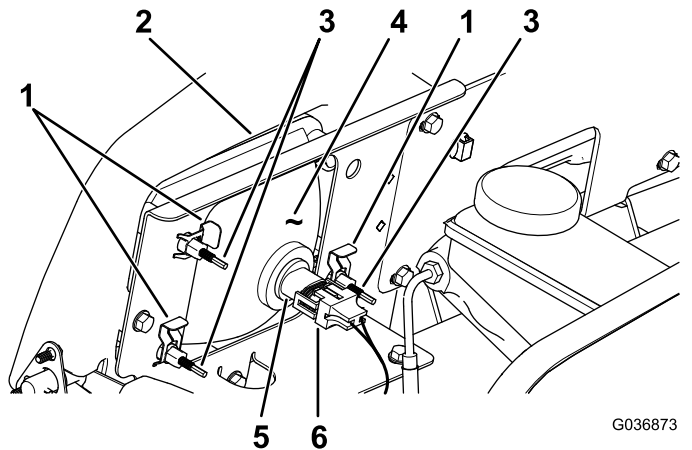

Рисунок 53
3. Отсоедините электрический соединитель жгута проводов от соединителя лампы в сборе (Рисунок 53).
4. Снимите скобы под саморез, которые крепят фару к кронштейну фары (Рисунок 53).
5. Снимите фару в сборе, подавая ее вперед сквозь отверстие в переднем бампере (Рисунок 53).
6. Вставьте новую лампу через отверстие в бампере (Рисунок 53).
8. Подсоедините электрический соединитель жгута к соединителю лампы в сборе (Рисунок 53).
2. В задней части узла передней фары поверните регулировочные винты (Рисунок 53), чтобы повернуть фару и изменить положение луча.